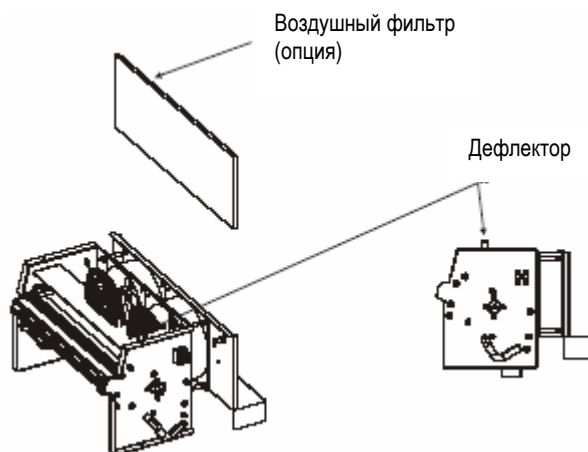

Рис. 7.1
- А. Дефлектор. Дефлектор располагается в верхней части выходного отверстия для регулирования направления потока увлажненного воздуха (рис. 7.1). Угол наклона задается при первом пуске аппарата и должен регулироваться в дальнейшем только в исключительных случаях. Угол наклона следует менять только после остывания аппарата и не в момент выпуска пара во избежание ожогов!